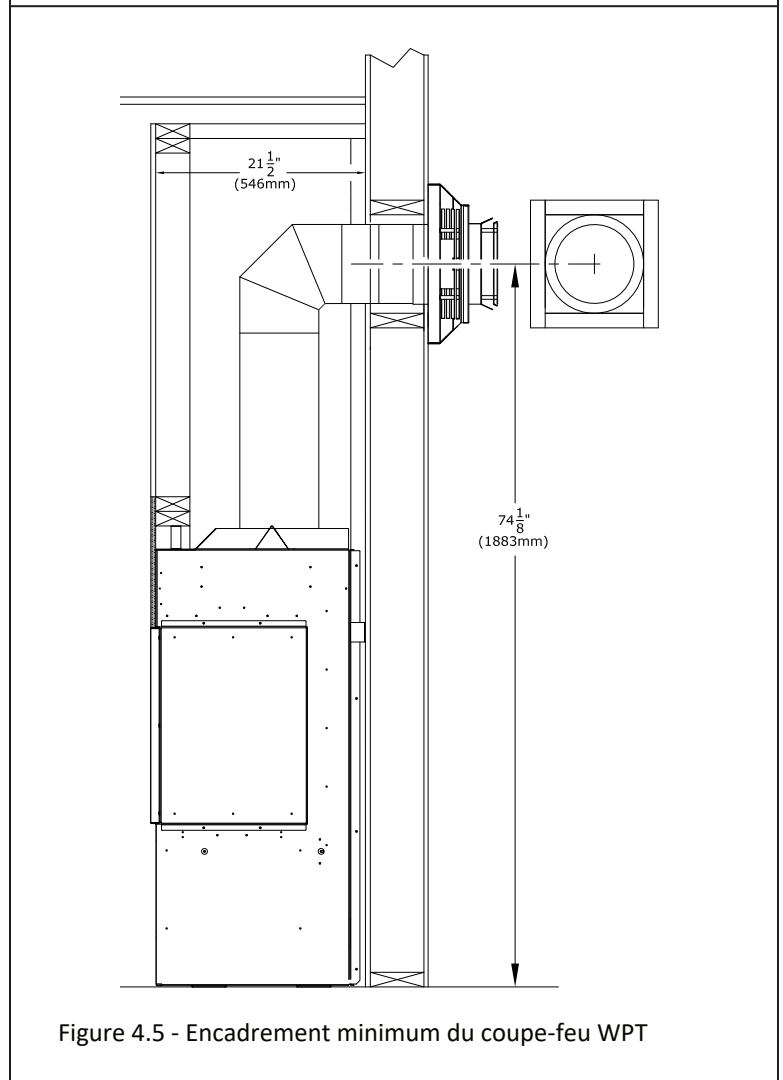

Figure 4.5 - Encadrement minimum du coupe-feu WPT
- Voir la Figure 4.5 ci-contre pour les dimensions d'encadrement du conduit d'évacuation minimum à terminaison horizontale.
1. Mesurez la distance entre le plancher du foyer et le centre du point de traversée murale prévu du conduit d'évacuation. Les dimensions du conduit rigide de la Figure 4.5 utilisent un conduit d'évacuation Simpson DuraVent.